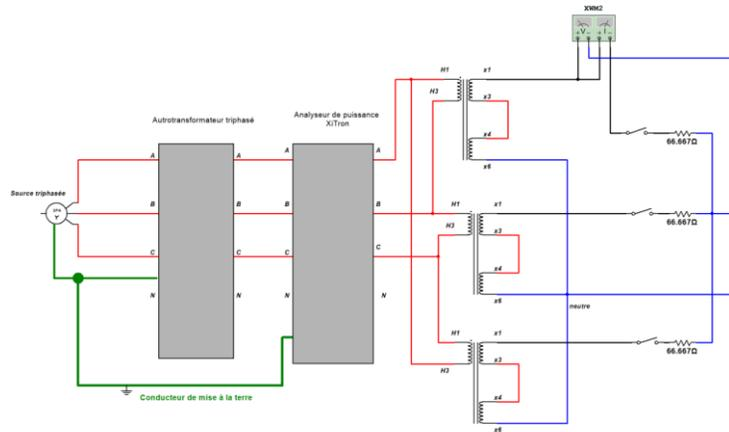
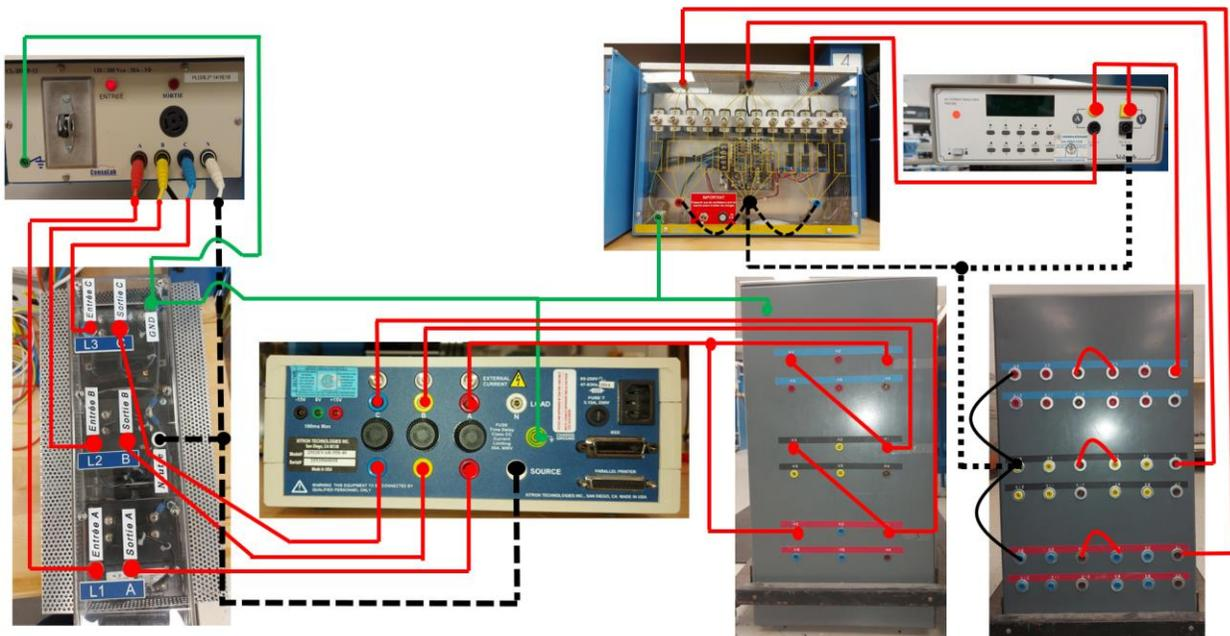
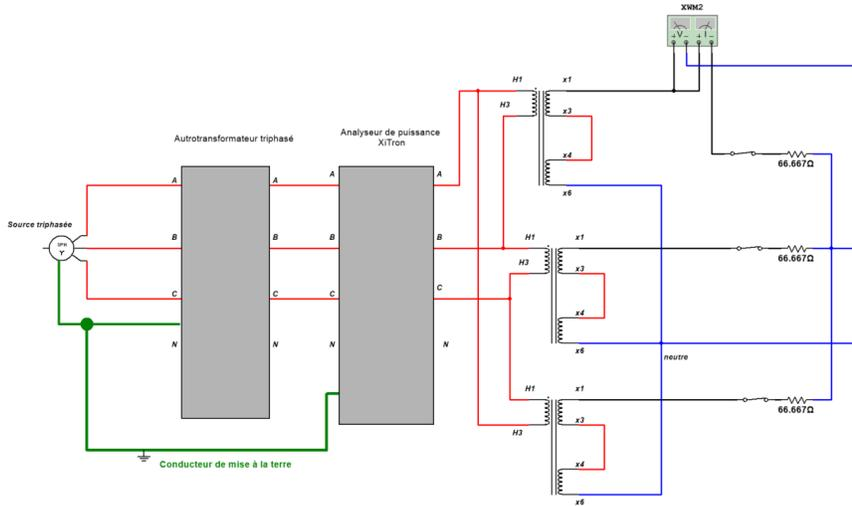

Figure 22. Schéma de principe pour l'expérience 5.
Figure 23. Schéma de montage pour l'expérience 5.
Figure 24. Schéma de principe pour l'expérience 6.
Le couplage du primaire est maintenant triangle. Modifiez le montage de façon comme montré sur la **Figure 22**. Vous remarquerez que tous les interrupteurs du trio de résistances ont été mis à OFF. Le schéma de montage pour cette expérience est montré sur la **Figure 23**.
**DANGER:** Assurez-vous que le disjoncteur du panneau est toujours à la position « OFF » avant de réaliser le schéma de montage de la **Figure 23**.
Pour cette expérience VOUS N'AVEZ PAS À MODIFIER VOS RACCORDEMENTS; vous devez simplement mettre tous les interrupteurs du boîtier de résistance à ON comme montré sur la **Figure 24**. Le schéma de montage est donc le même que celui montré sur la **Figure 23**.